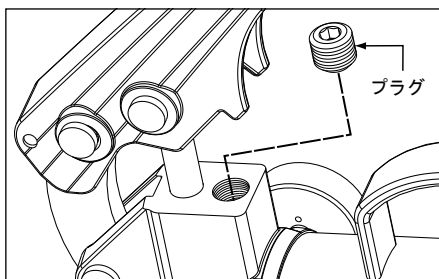

図12: リリーフ弁 (P-18とP-39)
- ・モデルP-18とP-39では、リリーフ弁がポンプヘッドの上面に配置されています。図12を参照してください。